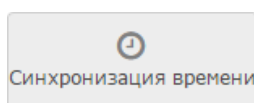

Рисунок 9.76 — Кнопка **Синхронизация времени**
2. В списке устройств сети выберите требуемое устройство(а), нажмите на кнопку **Синхронизация времени** (рисунок 9.76).
2. В списке устройств сети выберите требуемое устройство(а), нажмите на кнопку **Удалить узлы** (рисунок 9.76).